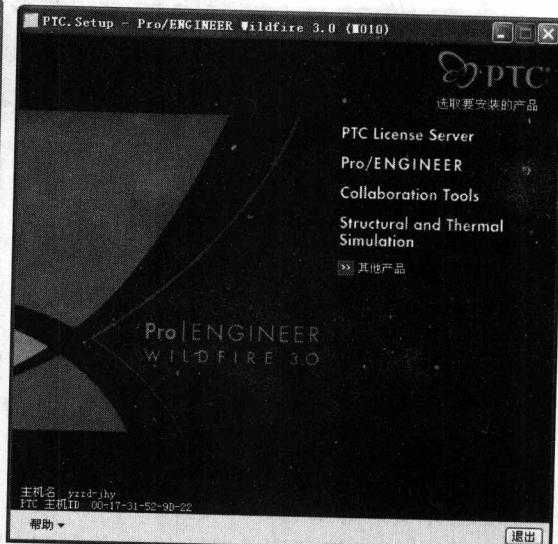

图 1-15 退出安装程序
(12) 再一次弹出【选取要安装的产品】对话框，如图 1-15 所示，如果不需要安装 Pro/ENGINEER Wildfire 的其他产品，单击【退出】按钮，完成 Pro/ENGINEER Wildfire 3.0 的安装。